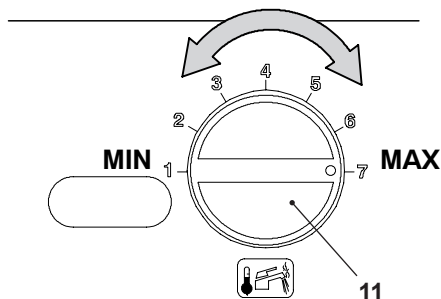

Fig. 9.15
- La potenza termica del riscaldamento può essere variata ruotando la manopola regolazione temperatura sanitaria 11 indicata in Fig. 9.15.